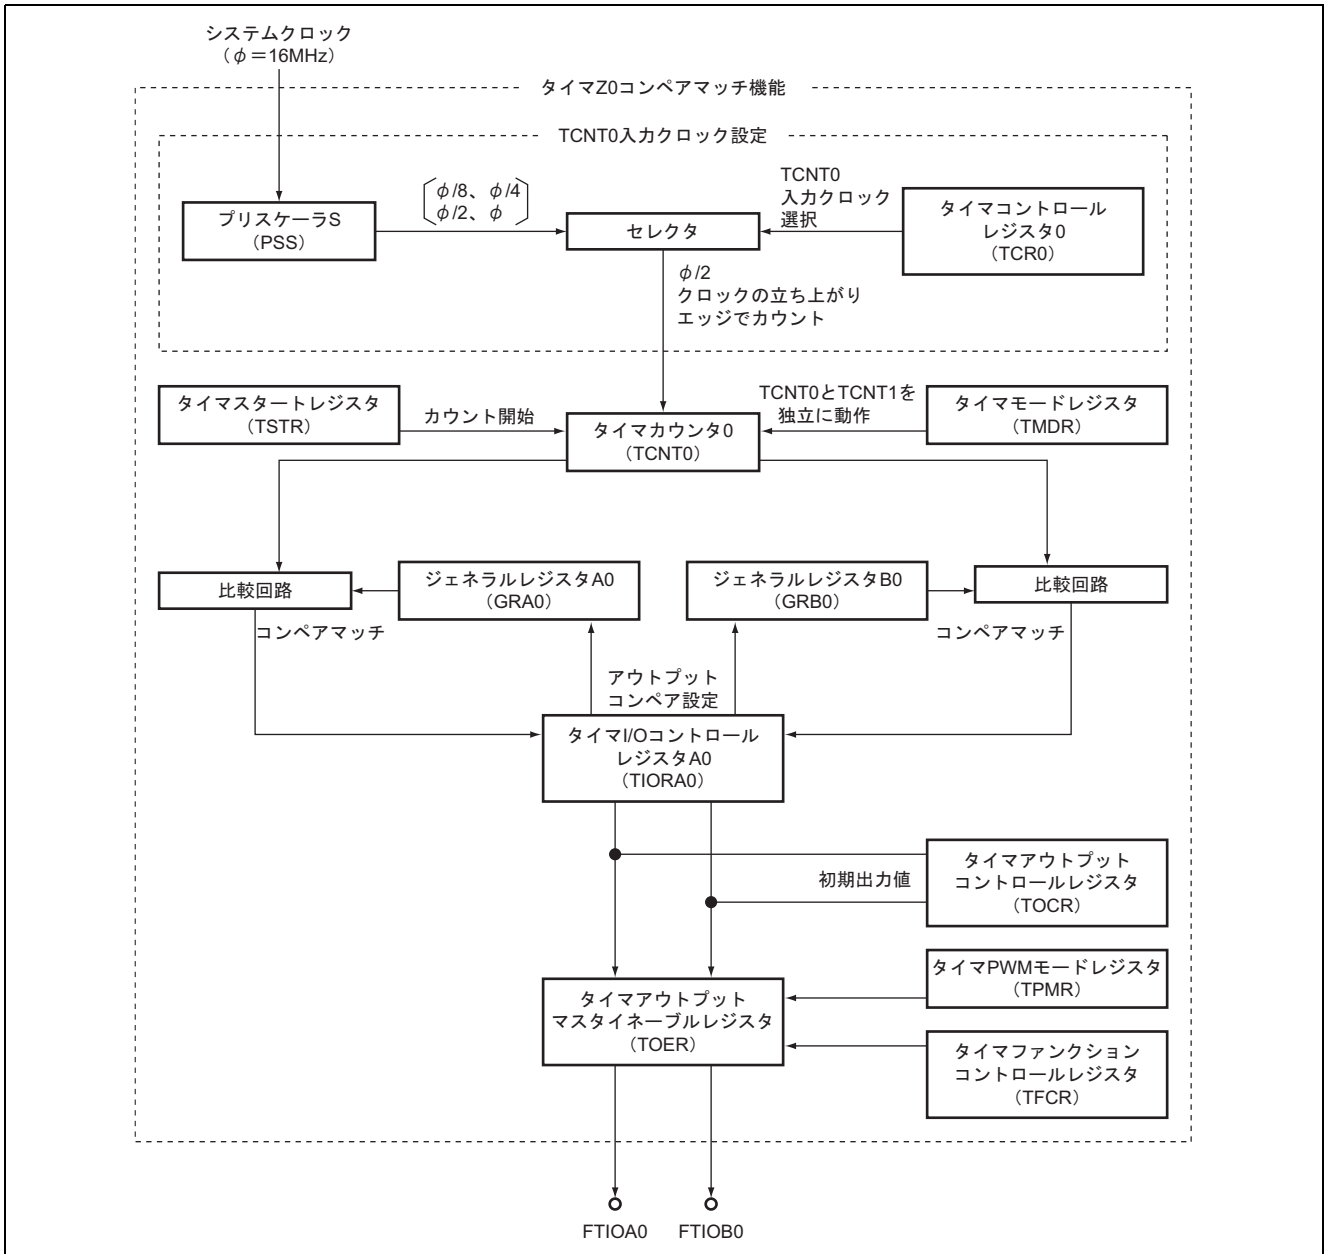

図 2.1 タイマ Z0 コンペアマッチ 0/1 出力のブロック図
1. 本タスク例では、タイマ Z のタイマカウンタ 0 (TCNT0) が、コンペアマッチしたとき、出力端子から 0 または 1 を出力します。タイマ Z のブロック図を図 2.1 に示します。以下にタイマ Z のブロック図について説明します。